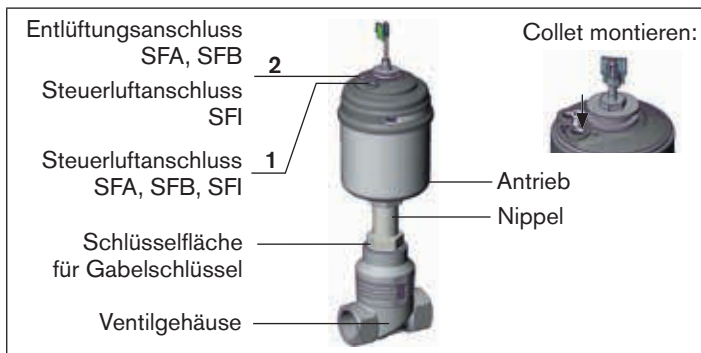

Bild 3: Einbau
→ Bei Steuerfunktion A den Steuerluftanschluss 1 (siehe „Bild 3“) mit Druckluft (5 bar) beaufschlagen: Ventil öffnet.
- Bei Steuerfunktion A den Steuerluftanschluss 1 (siehe „Bild 3“) mit Druckluft (5 bar) beaufschlagen: Ventil öffnet.